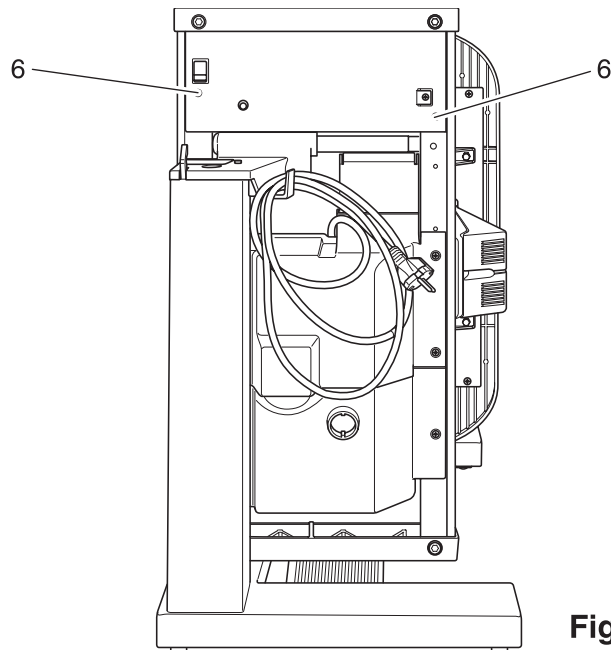

Fig. 1c
- Die beiden Schrauben 6 am Abdeckblech herausdrehen (Fig. 1c).